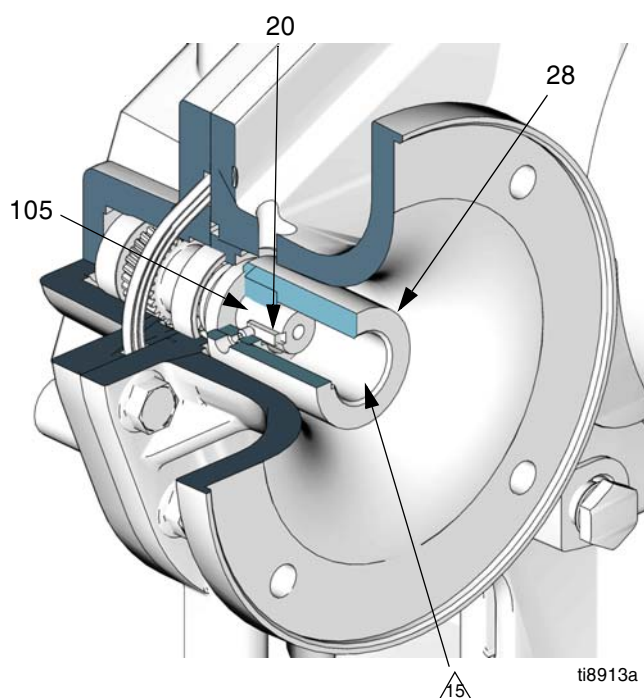

FIG. 10. Installazione del giunto del motore
2. Vedere FIG. 10. Assemblare la chiave (20) nella chiave (105) dell'albero di ingresso. Assemblare le due viti di regolazione (31) nel giunto (28), assicurandosi che non ostruiscano la chiave o l'alesaggio dell'albero di ingresso del giunto.